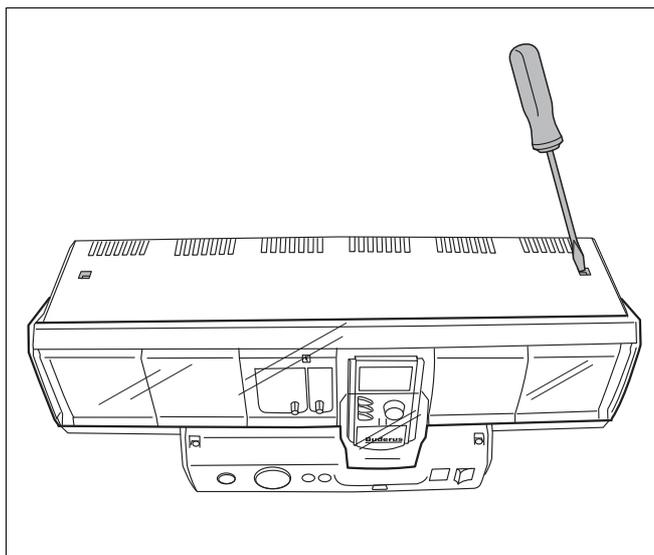
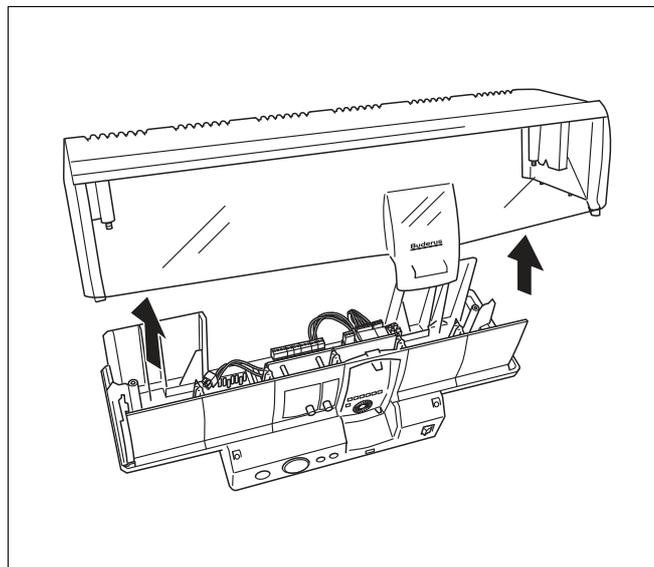

Рис. 2 Крышка системы управления, отверните винты
Рис. 9 Открытие крышки системы управления
- Отверните винты крышки и снимите ее с системы управления (→ рис. 2).
- Откройте крышку системы управления (→ рис. 2, стр. 6 и рис. 9).